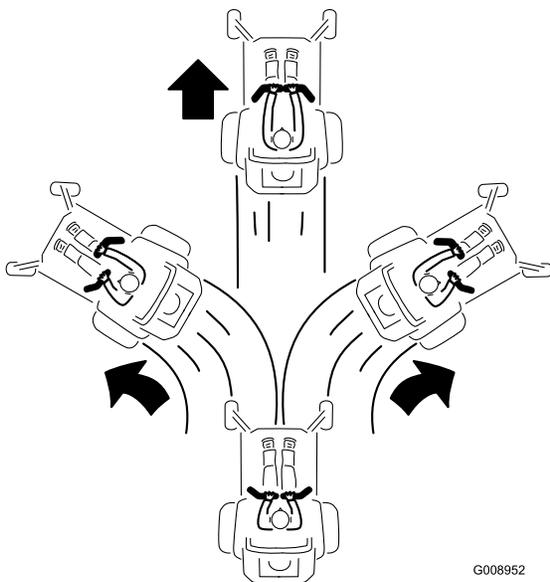

Figura 23
2. Per fare marcia avanti spingete lentamente in avanti le leve di controllo del movimento (Figura 23).